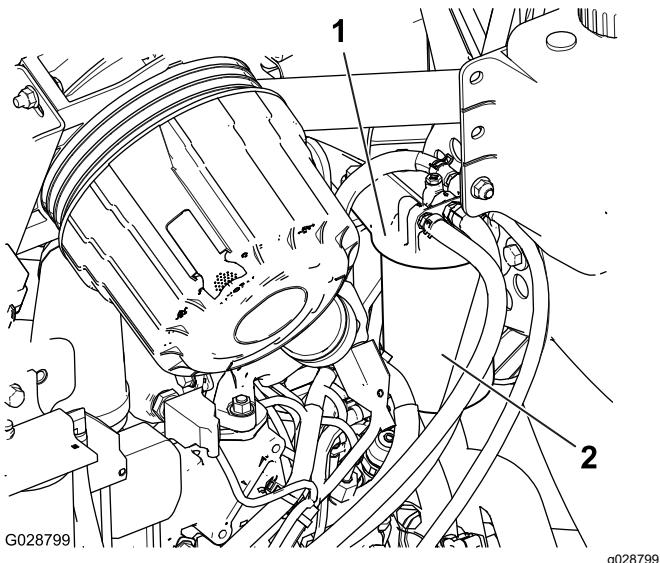

Figura 96
1. Limpie la zona alrededor de la cabeza del filtro de combustible (Figura 96).
- Retire el filtro y límpie la superficie de montaje de la cabeza del filtro (Figura 96).